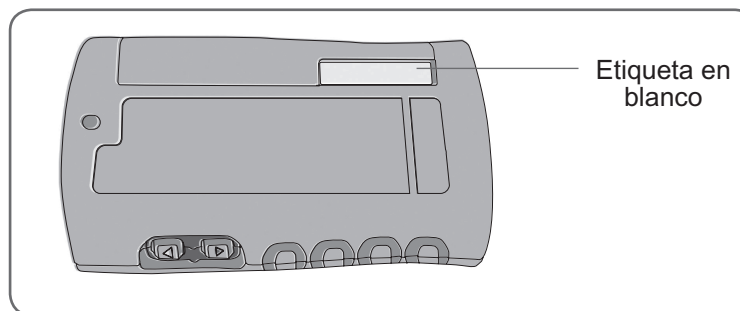

Figura 36: Etiqueta en la unidad de control para el número de ID del sistema.
7. Una vez registrada la unidad de control, encuentre el número de ID del sistema en el estuche del NESS L300 (por ejemplo, A334). Escriba el número en la etiqueta en blanco situada en la parte posterior de la unidad de control. Vea la Figura 36. Este número de ID identifica en cuál sistema de NESS L300 se registra la nueva unidad de control.